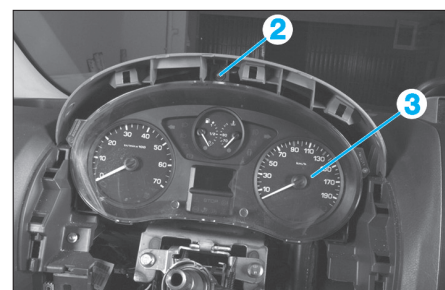

Fig. 25
- Retirer la vis (2) du combiné d'instruments (Fig.25).
- Débrancher le connecteur et déposer le combiné (3).